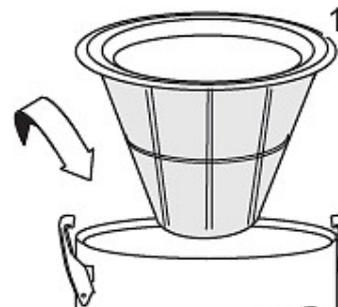

Fig.4: Instalación del filtro
Paso 2: Inserte el filtro de poliéster (Fig.4) en el recipiente.